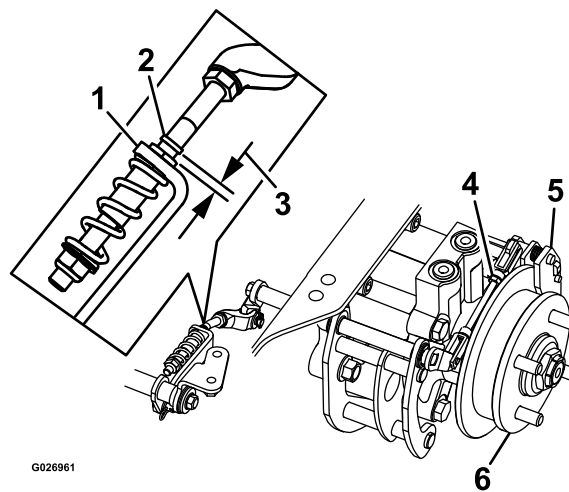

Figura 79
8. Verifique para ver se existe uma folga visível entre o suporte em L e o batente da união (Figura 79).